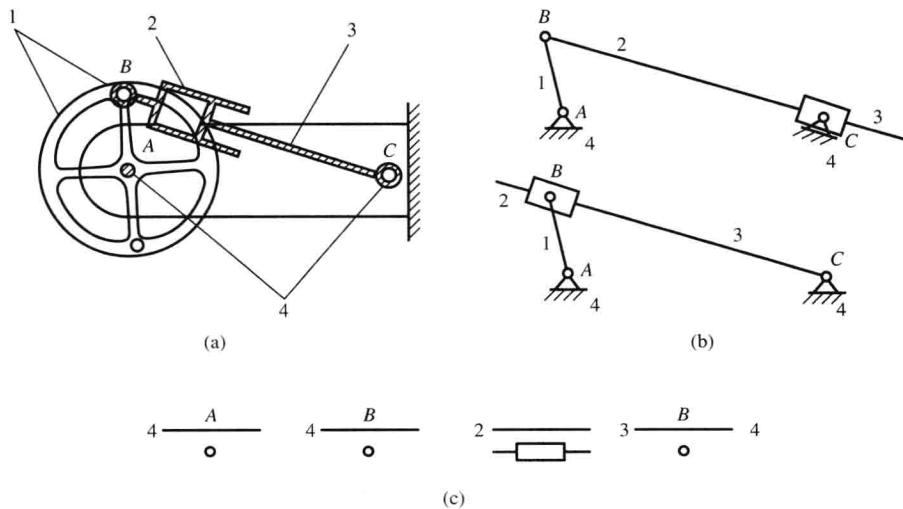

图 1-10 运动简图举例
(1) 首先拿到一个机构模型, 要分析构件间的接触关系, 因为只有彼此直接接触的构件才有运动副, 例如对图 1-10(a)中的机构, 我们列出接触关系如图 1-10(c)所示。构件间的连线表示运动副; 这样不直接接触的构件就不要分析运动副了。
成移动副的两构件可以把其中之一画成滑块,另一个画成穿越滑块的直杆,移动副方向必须与真实方向一致(可以平移)。有的机构中存在移动副移动方向与转动副位置重叠的情况,由于两个构件的转动副B和C与移动副导路方向在一条线上,造成表达困难,此时可把画成滑块的那个构件就画在该构件转动副所在位置,例如构件2有一个转动副和一个移动副,转动副在B点,滑块就画在B点,方向沿移动副方向,构件3画成穿越滑块长方形的直杆。当然,构件3和构件2组成移动副,还有个转动副在C点,也可把3画成位置在C点的滑块,2画成穿越的直杆,完成运动简图如图1-10(b)所示。